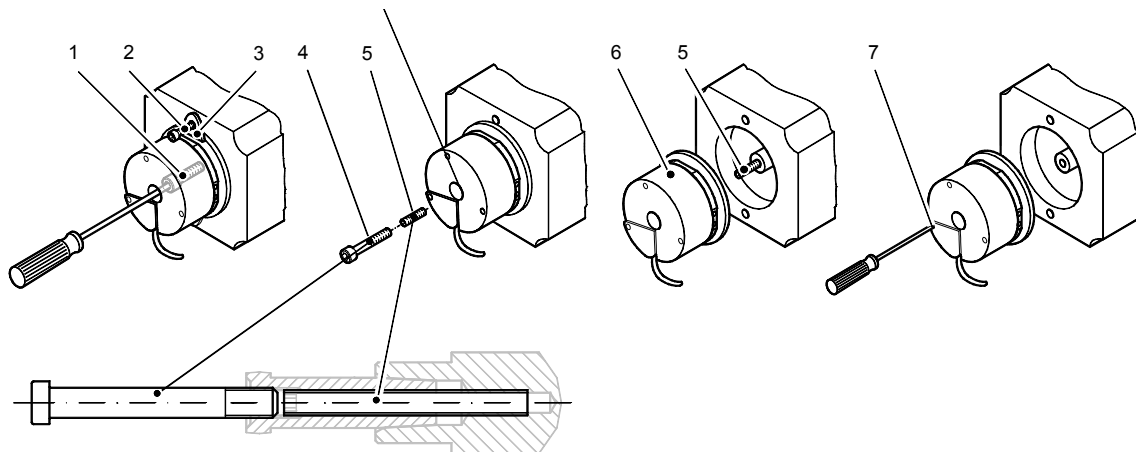

Figure 5 Pulling off the encoder with the threaded pin and screw
- 4. Unscrew the screw (2, Figure 5) out of the holding plate (3, Figure 5).
- 3. Mittelschraube (1, Bild 5) zur Befestigung des Gebers aus der Motorwelle heraus-schrauben, dabei Motorwelle gegenhalten.
- 4. Schrauben (2, Bild 5) der Drehmomentstütze (3, Bild 5) abschrauben.